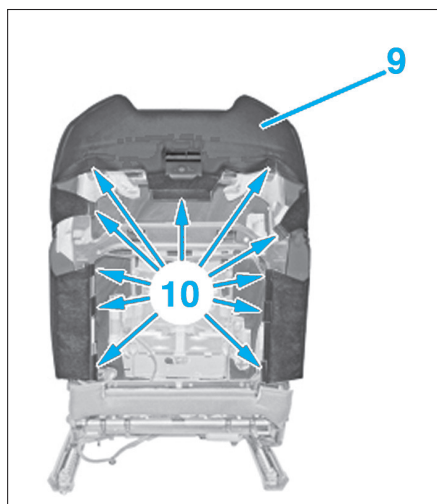

Fig. 9
- Dégrafer la coiffe de dossier (9) en (10) (Fig.9).